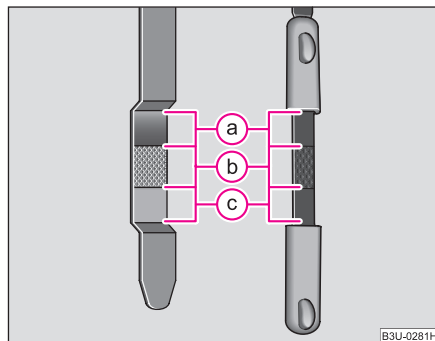

Fig. 171 Joja
- Scoateți joja din nou și citiți nivelul uleiului ⇒ fig. 171.
Nivelul uleiului nu trebuie să fie în nici un caz, deasupra zonei  ⇒ pagina 220, fig. 171. În caz contrar, uleiul poate fi absorbit în motor și ar putea ajunge în atmosferă prin instalația de evacuare a gazelor. Uleiul poate fi ars în catalizator și l-ar putea deteriora. ■